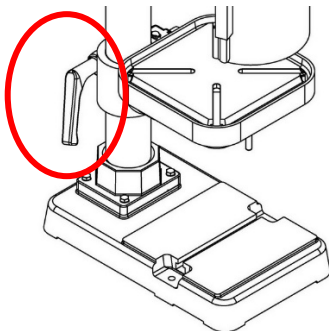

Figure 19
(1) Desserrez d'abord la poignée de serrage avec la main gauche (**figure 19**).
(3) Enfin, serrez la poignée de serrage. (**figure 19**)